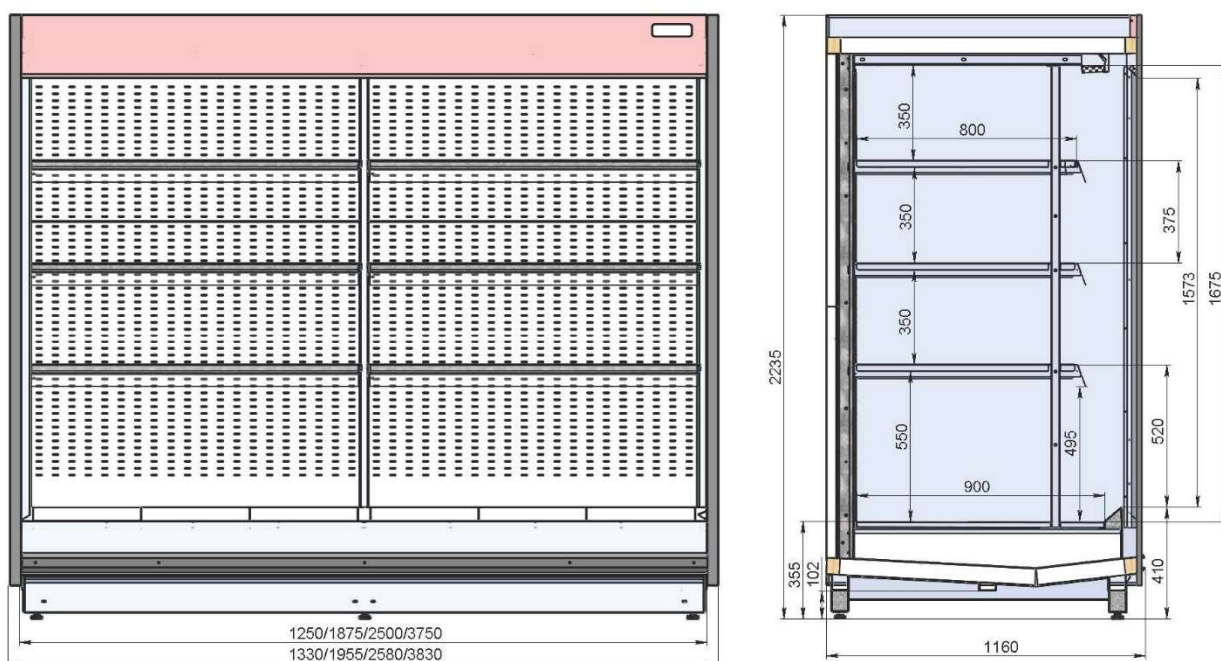

Рис.1. Внешний вид и основные размеры изделия.
- 1.8. Внешний вид и основные размеры изделия представлены на Рис.1